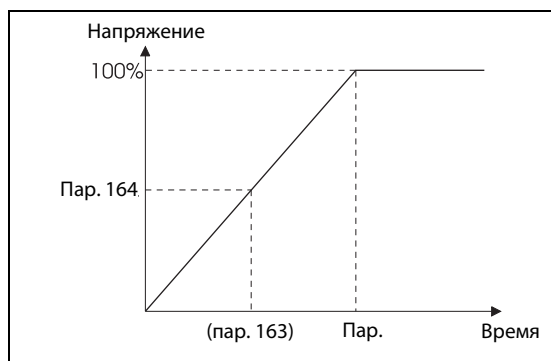

Рис. 5-209:
- Параметры 163 и 164 позволяют настроить нарастание выходного напряжения при перезапуске, как это показано на рис. 5-209.